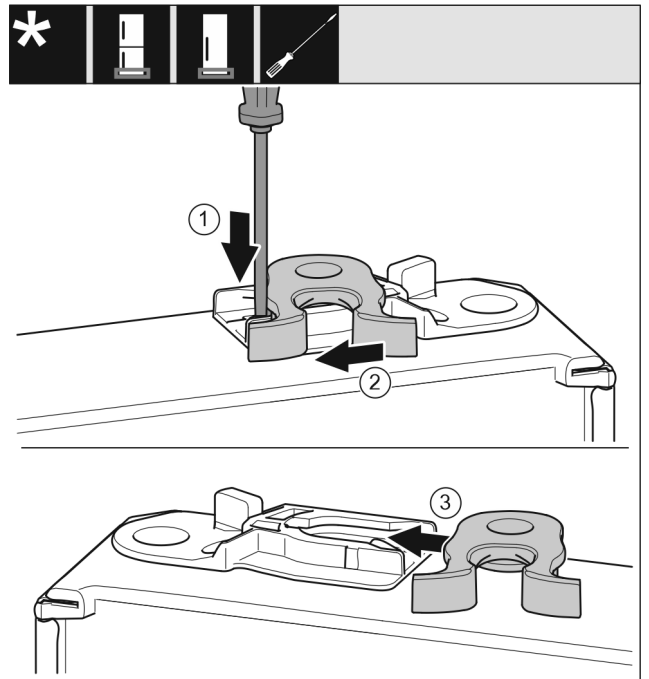

Fig. 23 \*
- ▶ Paspauskite antdėklą Fig. 23 (1) išdrožiniu atsuktuvu žemyn.\*
- ▶ Ištraukite uždarymo kabliuką Fig. 23 (2) iš kreipiamosios.\*
- ▶ Uždarymo kabliuką Fig. 23 (3) kitoje pusėje įstumkite į kreipiamąją.\*